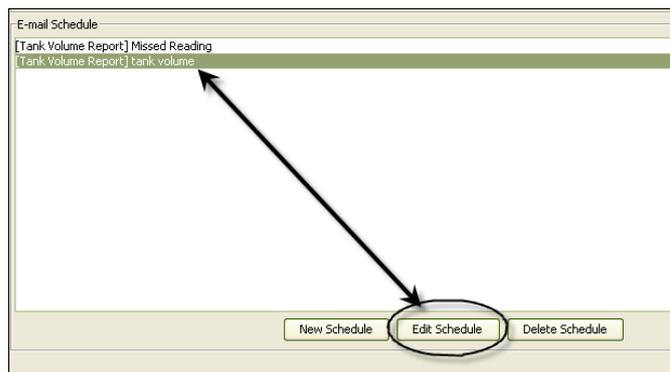

ABB. 145
- Heben Sie das E-Mail-Ereignis hervor, das Sie ändern wollen, und klicken Sie auf die in ABB. 145 gezeigte Schaltfläche „Bearbeiten“.